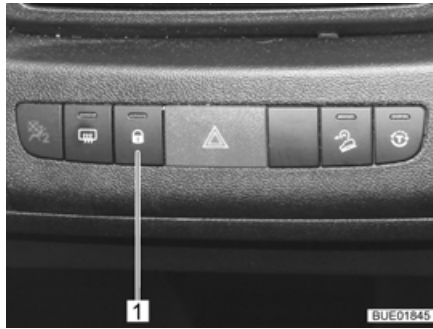

Fig. 60 Interrupteur du verrouillage centralisé
- Appuyer sur la touche (Fig. 60,1). Les serrures de porte sont déverrouillées.
- Appuyer sur la touche (Fig. 60,1). Les serrures de porte sont verrouillées. Le voyant de contrôle à l'intérieur de la touche est allumé.